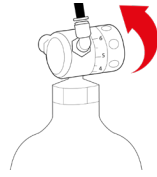

Fig. 6-14
26.21 – Ruotare la manopola di regolazione del riduttore di pressione, portandola da OFF a 4,5 Bar (0,45 MPa), vedi Fig. 6-14, in questa fase e in quelle successive **si raccomanda di tenere sempre la bombola verticale con la valvola rivolta verso l'alto**, attendere circa un minuto per fare defluire la pressione all'interno dell'apparecchio e controllare che non vi siano perdite utilizzando un comune cercafughe spray a base di soluzione saponaria. Nel caso si